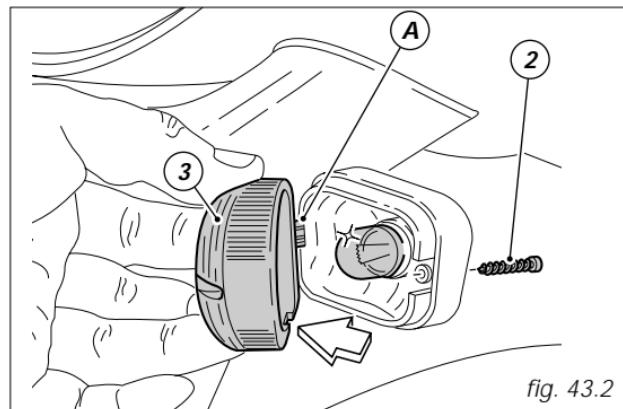

fig. 43.2
desserrez la vis (2, fig. 43.2) et séparez la coupelle (3) depuis le support du clignotant.